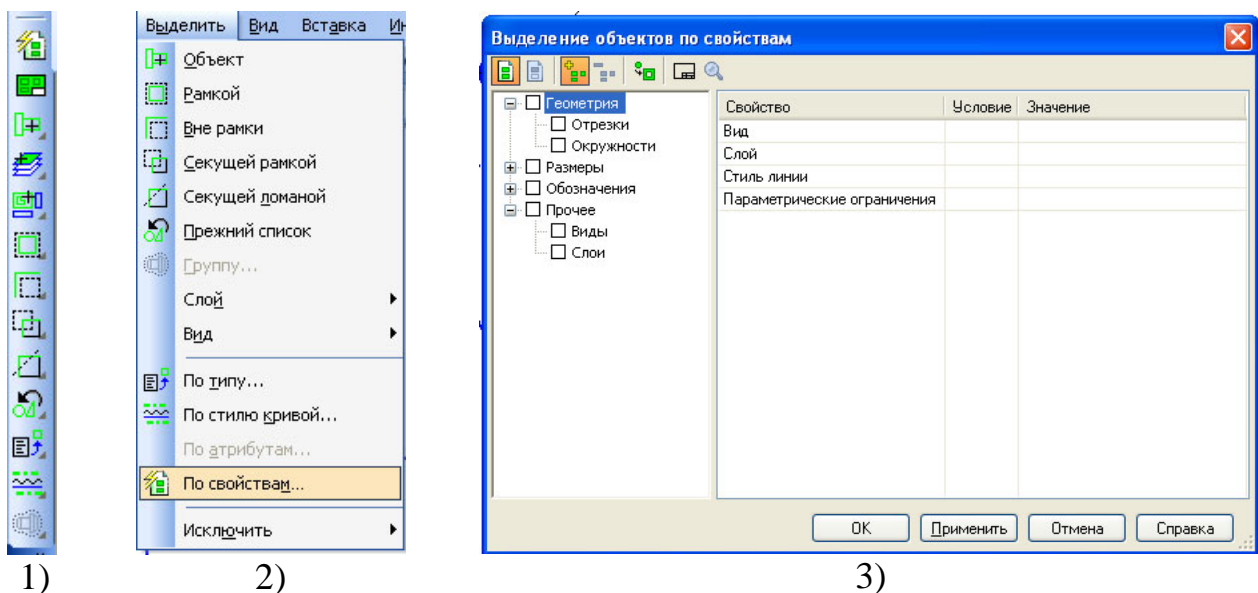

Рис.2.2. Команди виділення об'єктів: 1) – на компактній панелі; 2) – головне меню «выделить»; 3) – команда виділення об'єктів за властивостями.
- Завдяки пунктів головного меню «виділити», або піктограм пунктів меню «виділити» на «компактній панелі» (Рис.2.2).